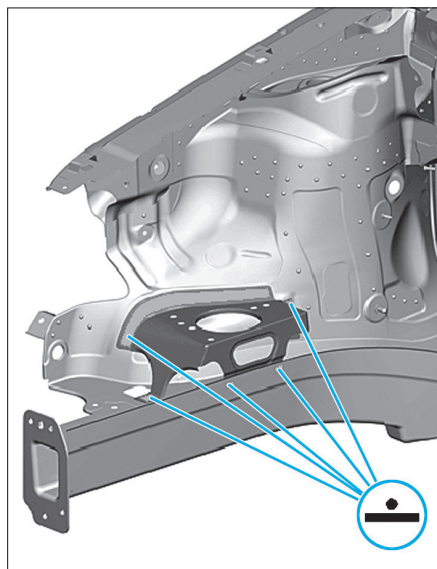

FIG. 3
- Souder comme illustré (Fig.3).